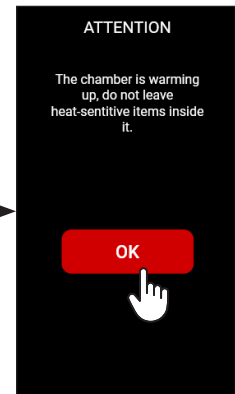

fig.12
■ Beim Einstellen des Modus „Warmhalten“ wird darauf hingewiesen, dass keine hitzeempfindlichen Gegenstände im Inneren verbleiben sollen. Klicken Sie auf OK, um zu bestätigen, dass es keinen Gegenstand im Inneneren gibt (fig. 12).